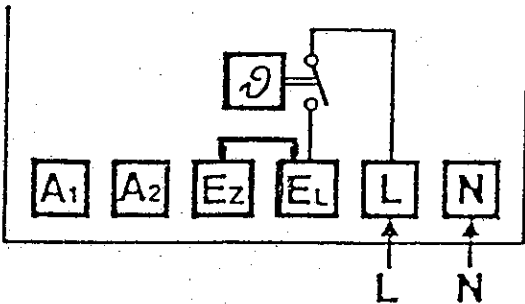

Fig.7
- le pontet EZ-EL doit être placé avec le thermostat incorporé TIAD30 et thermostat murale TMAD16 (voir fig. 7 et 8).